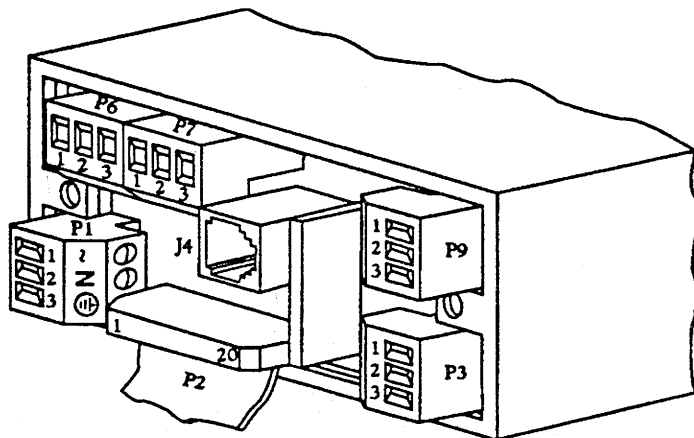

Figure 2-18. Vue arrière de l'appareil équipé des cartes Double Relais et Communications Série.
7. Laisser P1 (le connecteur alimentation) de côté et brancher ou rebrancher tous les autres connecteurs à l'arrière de l'appareil, en se basant sur les figures 2-18 et 2-19.
11. Laisser P1 (connecteur alimentation) de côté et brancher ou rebrancher tous les autres connecteurs à l'arrière de l'appareil, en se servant des figures 2-18 et 2-19 comme guide.